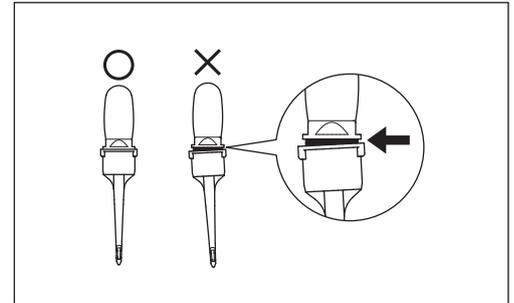

Fig. 29
- Veillez à bien fixer fermement l'insert comme indiqué sur la figure (Fig. 29). Si l'insert n'est pas fixé correctement, il se détachera et pourra être accidentellement ingéré par le patient.